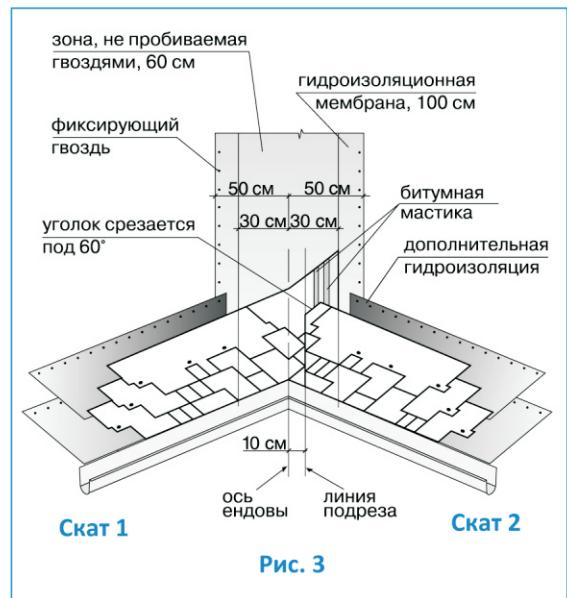

Рис. 3
Ендова (рис. 3)
- лист, подходящий к ендовой со ската II, должен доходить до линии подрезки и обрезаться по ней. Верхний уголок обрезанного края листа подрезается под углом 60° (5 x 3 см — рис. 3);